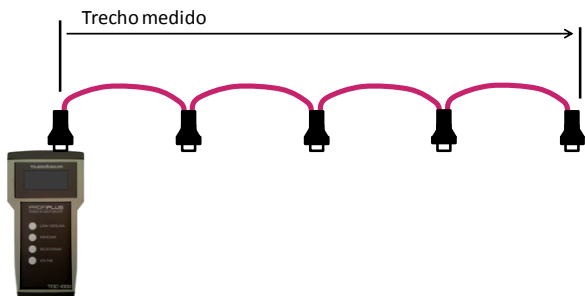

Figura 4 - Princípio de medição de comprimento
4. Conecte o TDC-1000 ao barramento conforme a **Figura 4**.
Abra a tampa traseira e o compartimento da bateria conforme a **Figura 4**, desconecte e retire a bateria do TDC-1000.